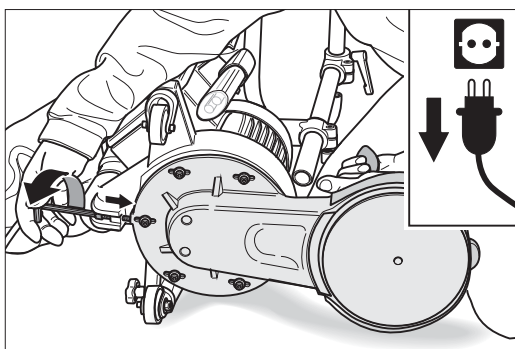

Abb. 59: Die Riemenspannschraube soweit einschrauben, bis sie am Vorsatz anliegt.
- 8 Lassen Sie den Vorsatz wieder ab und drehen Sie mit dem entsprechenden Innensechskantschlüssel die Riemenspannschraube soweit nach vorne, bis sie am Vorsatz anliegt (Abb. 59).